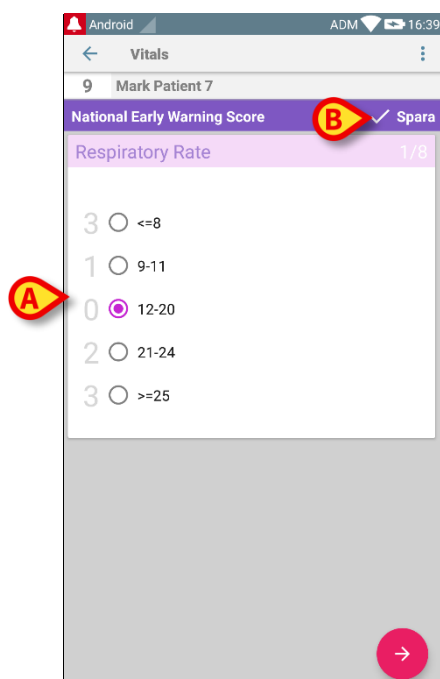

Fig. 58
Skärmbilden för inmatning av data öppnas (Fig. 58).
- Redigera data (Fig. 58 **A**).
- Tryck på **Spara** (Fig. 58 **B**).